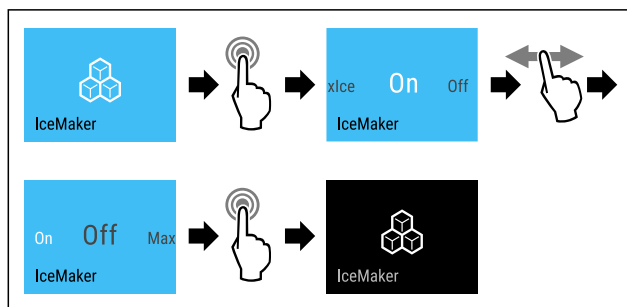

Fig. 20 Примерно изображение с активна функция IceMaker
- ▶ Изпълнете стъпките (виж Fig. 20) .